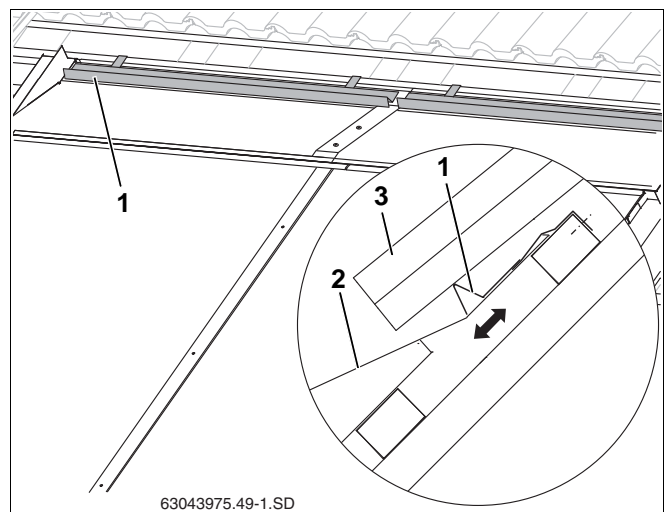

Fig. 60 Pålægning og fastgøring af underlag til tagstenene
- den overdækker dækpladen (fig. 60, **pos. 2**) så meget som muligt, men dog ikke rører ved den, og
- ▶ Læg underlaget (fig. 60, **pos. 1**) på efter den beregnede position, og fastgør det på taglægten.
- ▶ Læg de tilskårne tagsten (fig. 60, **pos. 3**) på.